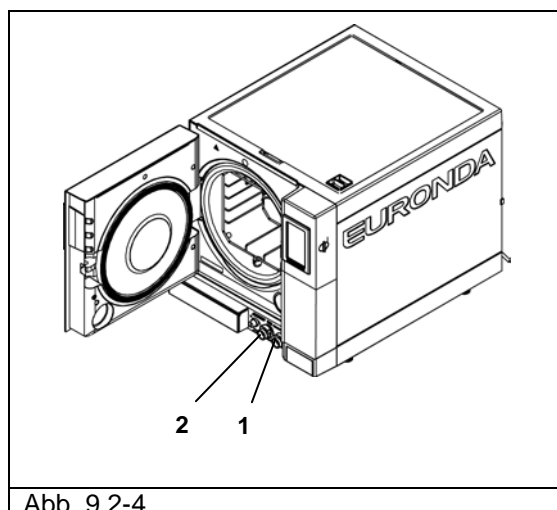

Abb. 9.2-4
1. Den Frischwassertank ausleeren. Dazu den mitgelieferten Schlauch mit einem Ende in den Anschluss unten an der Vorderseite des Geräts stecken (1 in Abb. 9.2-4) und das andere Ende in einen leeren Behälter einführen.
2. Den internen Brauchwassertank entleeren. Dazu den mitgelieferten transparenten Schlauch mit einem Ende in den Anschluss unten an der Vorderseite des Geräts stecken (2 in Abb. 9.2-4) und das andere Ende in einen leeren Behälter einführen.